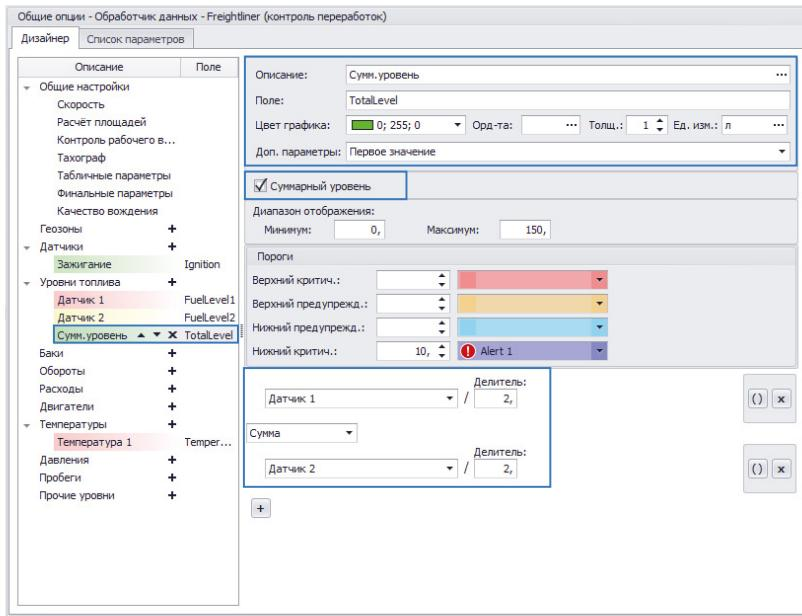

Рис.76. Настройка суммарного уровня.
Итоговый уровень топлива в баке будет являться средним показаний двух датчиков – Датчика 1 и Датчика 2. Для расчета итогового уровня топлива в баке необходимо добавить новый параметр «Сумм. уровень» в группу «Уровни топлива» Дизайнера (Рис.76).
- Датчики 1 и 2 хранят обработанные значения – без ложных показаний и бросков, а также пересчитанные в нужные единицы измерения по тарировочным таблицам. Поэтому настройка фильтров и тарировочной таблицы для итогового суммарного параметра не требуется. Для того, чтобы суммарный параметр корректно обрабатывался, нужно включить настройку «Суммарный уровень» в настройках этого параметра (Рис.76).
- Для вычисления среднего показаний двух ранее настроенных датчиков необходимо составить выражение, как показано на Рис.76. В этом выражении Датчик 1 и Датчик 2 – это параметры, которые были ранее добавлены в группу «Уровни топлива» и в которых хранятся показания LLS3 и LLS4.